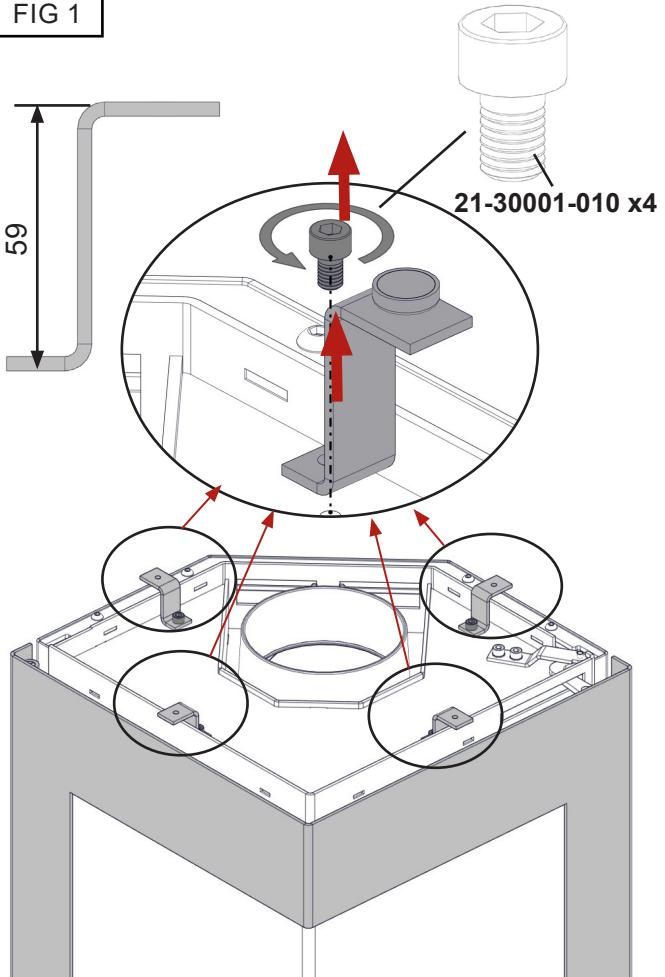

FIG 2
2. Förbered den övre delen (den bakre plattan kan flyttas antingen till höger eller vänster, beroende på var röröret ska sitta) (FIG. 2).
2. Bereiten Sie das obere Element vor. Die Rückwand kann je nach Rauchgasauslass nach rechts oder links verschoben werden (Abb. 2).
2. Préparer la partie supérieure. La plaque arrière peut être déplacée à droite ou à gauche en fonction de la sortie du conduit (Fig.2).